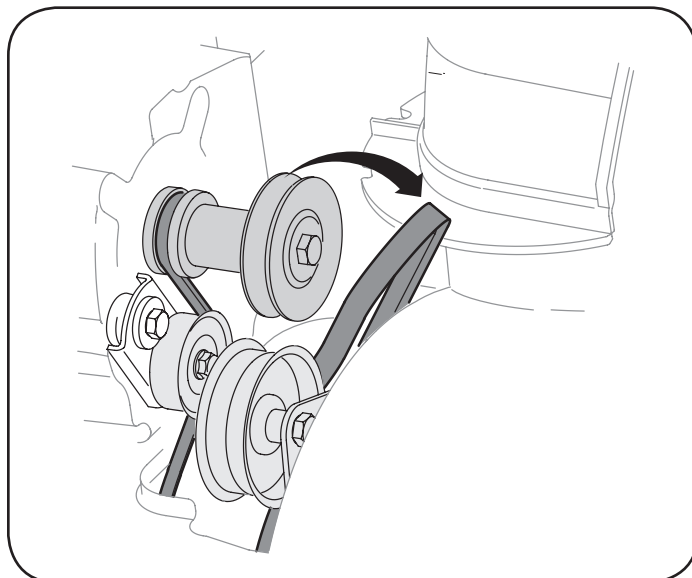

Figura 29
4. Saque la correa de la barrena de la polea del motor. Vea la Figura 29.